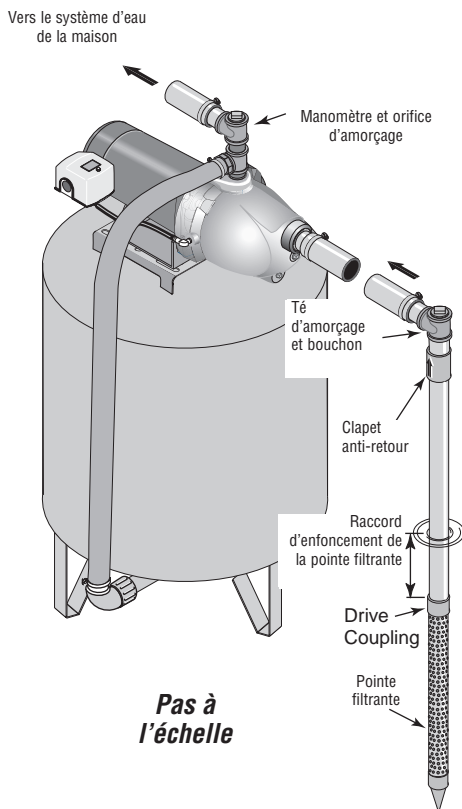

Figure 1: Installation avec une pointe filtrante
Installation de la pointe filtrante (Figure 1)
- 3 ° Utiliser le moins possible de raccords (en particulier des coudes) lorsque l'on branche la tuyauterie de la pointe filtrante sur l'orifice d'aspiration de la pompe. Le diamètre du tuyau d'aspiration doit être au moins aussi grand que le diamètre de l'orifice d'aspiration de la pompe (y compris le clapet anti-retour si la pompe n'en comporte pas un - voir la Figure 1). Supporter le tuyau de façon qu'il ne soit pas cintré afin qu'il n'exerce pas de contraintes sur le corps de la pompe; de plus, il doit être légèrement incliné vers le haut, du puits jusqu'à la pompe (les points hauts risquent de causer des poches et des bouchons d'air dans la pompe). Rendre étanches les raccords du tuyau d'aspiration avec du ruban 'Téflon™ ou une pâte pour raccords filetés à base de Téflon™. Les raccords doivent être étanches à l'air et à l'eau. Si le tuyau d'aspiration aspire de l'air, la pompe ne pompera pas l'eau du puits. Si une pointe filtrante ne fournit pas suffisamment d'eau, considérer brancher deux ou trois pointes filtrantes sur un même tuyau d'aspiration.